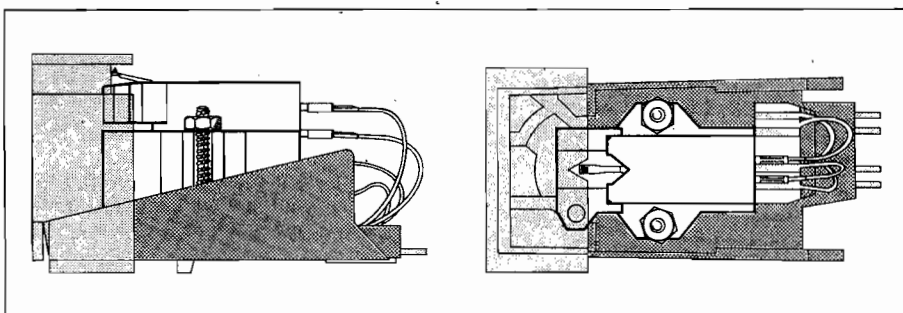

Fig. 12
1. Zur Montage des Tonabnehmersystems lösen Sie den Systemträger vom Tonarm indem Sie den Tonarmgriff (4) nach hinten drücken. Halten Sie dabei den Systemträger fest, da er nach Öffnen der Verriegelung herunterfällt.
2. Befestigen Sie das Tonabnehmersystem unter Verwendung des dem Tonabnehmersystem beigelegten Zubehörs auf dem Systemträger. Zu beachten ist, daß das Tonabnehmersystem am geometrisch richtigen Ort für die Abtastnadelspitze im Systemträger montiert wird (Fig. 12).
1. To mount the cartridge, detach the cartridge holder from the tonearm by pressing the tonearm handle backward (4), while holding the cartridge holder with your hand to prevent its falling down when the lock is released.
2. Using the hardware provided, mount the cartridge on the cartridge holder. Use the gauge to make sure that the cartridge is mounted in the geometrically proper place in the cartridge holder (Fig. 12) as far as the stylus is concerned.
1. Pour monter la cellule, retirez le porte-cellule du bras en repoussant la poignée du bras (4) vers l'arrière. Maintenez le porte-cellule qui tombe après ouverture du verrouillage.
2. Fixez la cellule sur le porte-cellule en utilisant les accessoires joints à la cellule. Vérifiez que la cellule est montée à l'emplacement géométrique correct pour la pointe de lecture, dans le porte-cellule (fig. 12).
1. Om het systeem te verwisselen de systeemhouder van de arm losmaken, door de toonarmgreep (4) naar achteren te drukken. Hierbij de systeemhouder vasthouden, omdat deze anders valt.
2. Het toonsysteem op de systeemhouder bevestigen. Dit moet op de meetkundig juiste plaats gemonteerd worden (Fig. 12). Gebruik het hulpmateriaal, dat bij de platenspeler geleverd wordt.
1. Para el montaje del sistema fonocaptor se separa el portacápsulas del brazo oprimiendo hacia atrás el asidero del brazo (4). Mantenga sujetado durante este proceso la cápsula fonocaptora ya que se caerá al abrirse el bloque.
2. Sujete la cápsula fonocaptora, bajo empleo de los accesorios adicionados al mismo, en el portacápsulas. Debe tenerse en cuenta que la cápsula fonocaptora sea montada en el lugar geoméricamente correcto en el portacápsulas (Fig. 12).
1. Vid byte av pick-up, lossas monteringsbryggan (5) genom att tonarmsgreppet (4) föres bakåt. Håll i bryggan, så att inte pick-upen faller mot verkplattan och skadar nålen.
2. Montera den nya pick-upen i monteringsbryggan. Se till att nålspetsen hamnar i rätt position, med hjälp av monteringsmallen (Fig. 12). Använd vid monteringen de tillbehör som medföljer skivspelaren. (Distansrör, skruvar och muttrar).